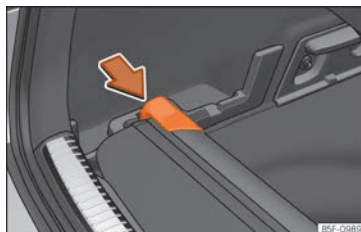

Fig. 178 En el maletero: alojamiento para guardar la bandeja enrollable.
- Presione el cabezal de la bandeja enrollable en el sentido de la flecha hasta encajarlo en el alojamiento previsto para tal uso » fig. 178.